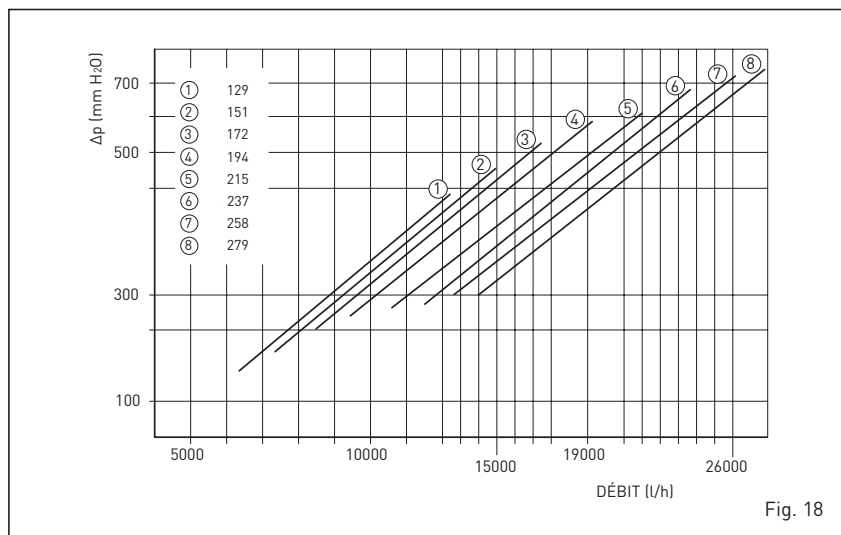

Fig. 18
3.4 PERTES DE CHARGE DE LA CHAUDIÈRE (fig. 18)